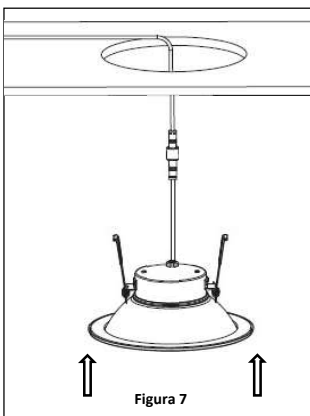

Figura 7
5. **Empuja hacia arriba y mantén las presillas de resorte contra la lámpara.** Guía con cuidado hacia el techo hasta que los sujetadores entren en el orificio. Mete el cable sobrante en el techo y asegúrate de no pellizcar ni crimpar el cable. **Ver Figura 7.**